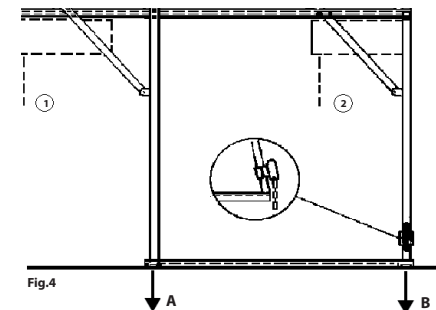

Fig.4
4. Placez le chevalet dans sa position exacte de travail, en prévoyant un plan d'appui nivelé et idoine à supporter les charges indiquées dans le paragraphe correspondant (cf. fig. 4 et 5).
7. Si le client souhaite utiliser le treuil sans lest, il devra ancrer le chevalet au sol, en suivant les indications d'un technicien agréé conformément à la loi. Cette notice fournit les indications nécessaires à ce propos (cf. fig.4). L'ancrage doit s'effectuer avec les 2 crampons tubulaires avec anneau (disponibles en option) à placer à la base des montants du cadre arrière.